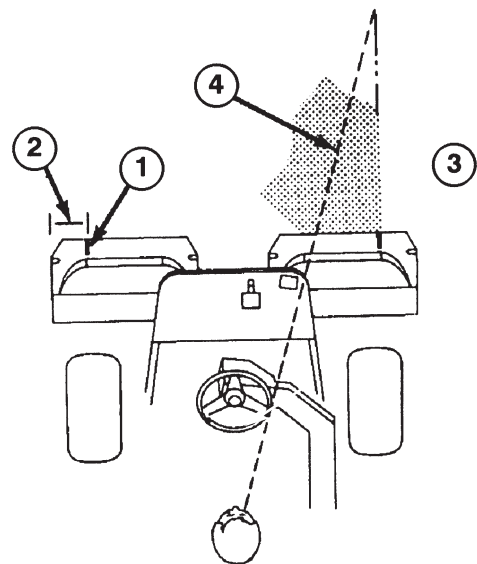

Bild 13
2. Entweder einen Streifen weißes Klebeband auf jede Grasfangvorrichtung kleben oder eine Linie aufmalen, die parallel zum äußeren Rand jeder Vorrichtung verläuft (Bild 13).